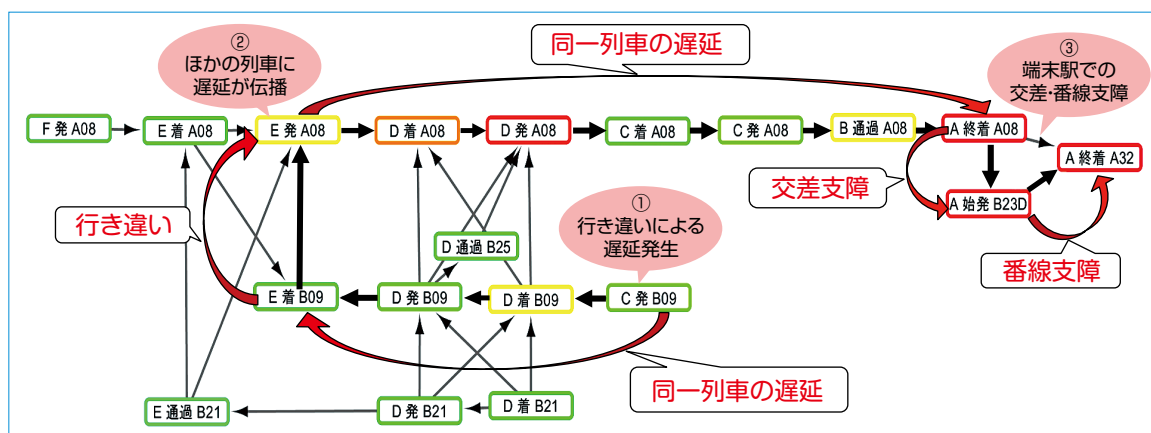
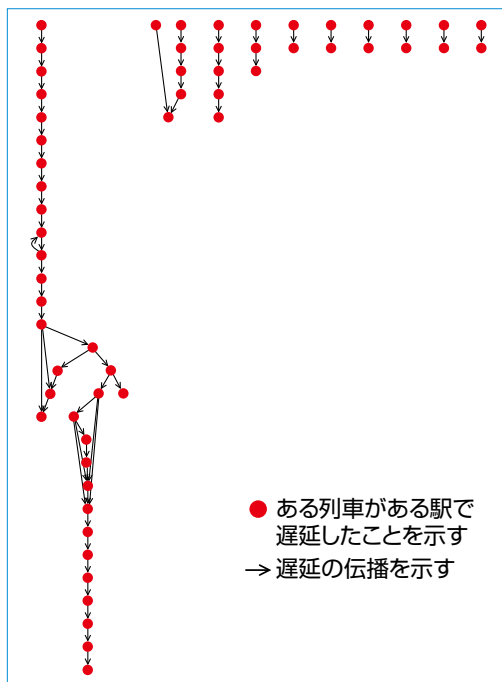

図4 遅延の伝播
図5 遅延伝播ネットワーク
こういうルールを見つけて、それをつなげていけば、遅延の伝播ルートを示すことができます。図4を見てください。これは、ある地方幹線鉄道(単線と複線が混在しています)を対象に、アルゴリズムを適用して、到着がしょっちゅう遅れている特急列車の遅延の原因とその伝播ルートを見つけた結果を示したものです。このアルゴリズムによれば、そもそもの原因は、単線区間での行き違いの結果(図4①)、ある列車が少し遅れることで、それが別の駅での行き違いでほかの列車に伝播し(図4②)、さらに、端末駅での交差支障(列車の進路が交差するために、一方が待たされてしまう現象)、番線支障(同じ番線を使っている前の列車の発車が遅れると、次にその番線を使う列車は、駅の手前で待たされる現象)が発生して、特急列車に遅延が波及していることがわかりました(図4③)。
図4は、ある1本の列車の遅延の原因を探るためのものですが、これを路線全体に拡張して、見つかったルールを全部つなげてみたのが図5です。この図の丸は、ある列車がある駅で遅延したという事象に対応していて、その間の線(実際には、矢印)は、事象間の関係、すなわち、遅延が伝播していることを示しています(これは、図4とは別の全線単線の路線を対象にしています)。この図は、発生した遅延がどの程度の範囲に伝播するかを示していると解釈することができます(このことから、図5のような図形を「遅延伝播ネットワーク」と名付けました)。つまり、遅延伝播ネットワークのサイズが大きければ、遅延が広範囲に伝播する、つまり、頑健でない列車ダイヤであるというように、遅延伝播ネットワークの形状から、列車ダイヤの頑健性を評価することができるのではないかと考えています(頑健性は、列車ダイヤだけで決まるのではなく、線路などの設備やダイヤ乱れが生じた時の対応の仕方なども大きく関連します。よって、列車ダイヤの頑健性というよりは、鉄道システムの頑健性という方が適切でしょう)。これについては、今も研究を継続中です。